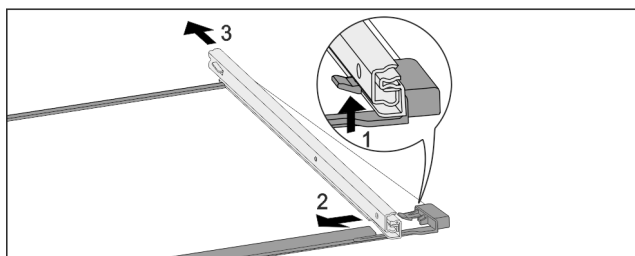

Fig. 110 Staklena ploča s vodicama
- Prednji uskočnik pritisnite prema gore. Fig. 110 (1)
- Izvlačnu vodicu povucite u stranu Fig. 110 (2) i prema natrag Fig. 110 (3).